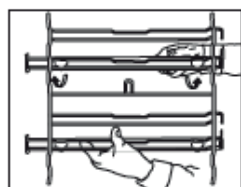

Fig. 3
När den övre delen har greppats in ska du trycka in de nedre stängerna i de nedre spåren på ugnens sidovägg. Sänk sedan försiktigt ugnsfalshållarna tills de greppas in. Se Fig. 3
3. Häng upp ugnsfalsens övre del på stegen. Försäkra dig om att den teleskopiska skenan kan röra sig fritt till ugnens framsida. Tryck sedan den rörliga ugnsfalsens undre del stadigt mot stegen tills den låses på plats med ett klick (Fig. 3).